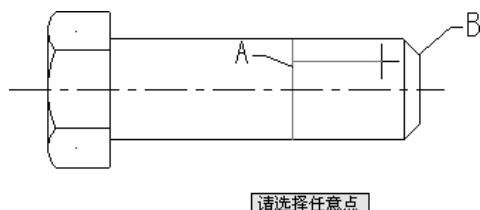

图 3-55 选取直线
- 02 根据提示，在绘图区内选择直线 A，系统提示“选择任意点”，如图 3-55 所示。